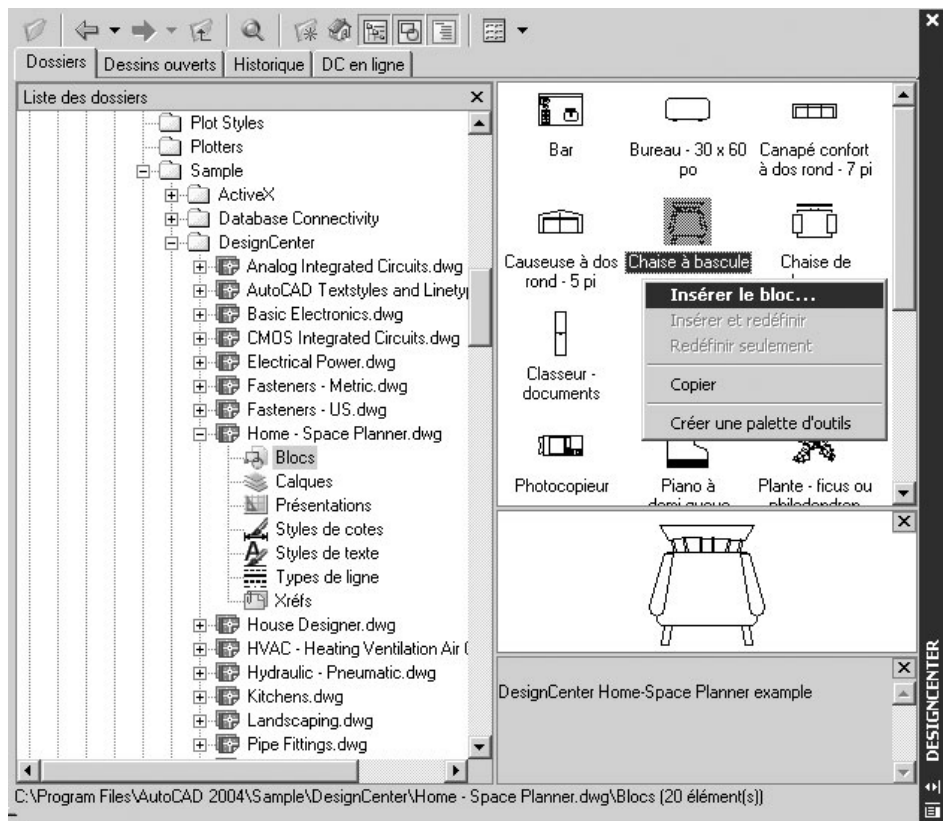

Fig.7.19
- 3 Dans la zone de contenu (sur le côté droit), cliquer avec le bouton droit de la souris sur le fichier dessin du Wbloc (fig.7.19).